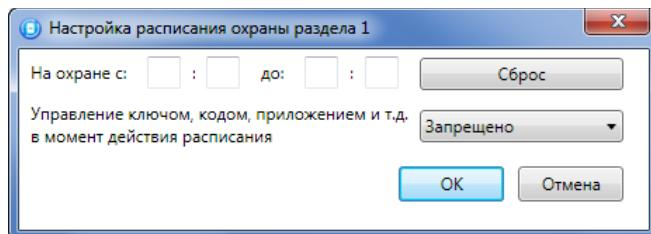

Рис. 10.1. Настройка расписания охраны раздела
- *Расписание:* позволяет установить интервал времени, в течение которого раздел должен находиться на охране (можно задать не только интервал времени, но и указать только начало периода или только его конец). Персоналу объекта можно как предоставить возможность управлять режимом охраны раздела вручную в период действия расписания, так и запретить любые изменения режима охраны раздела (Рис. 10.1).